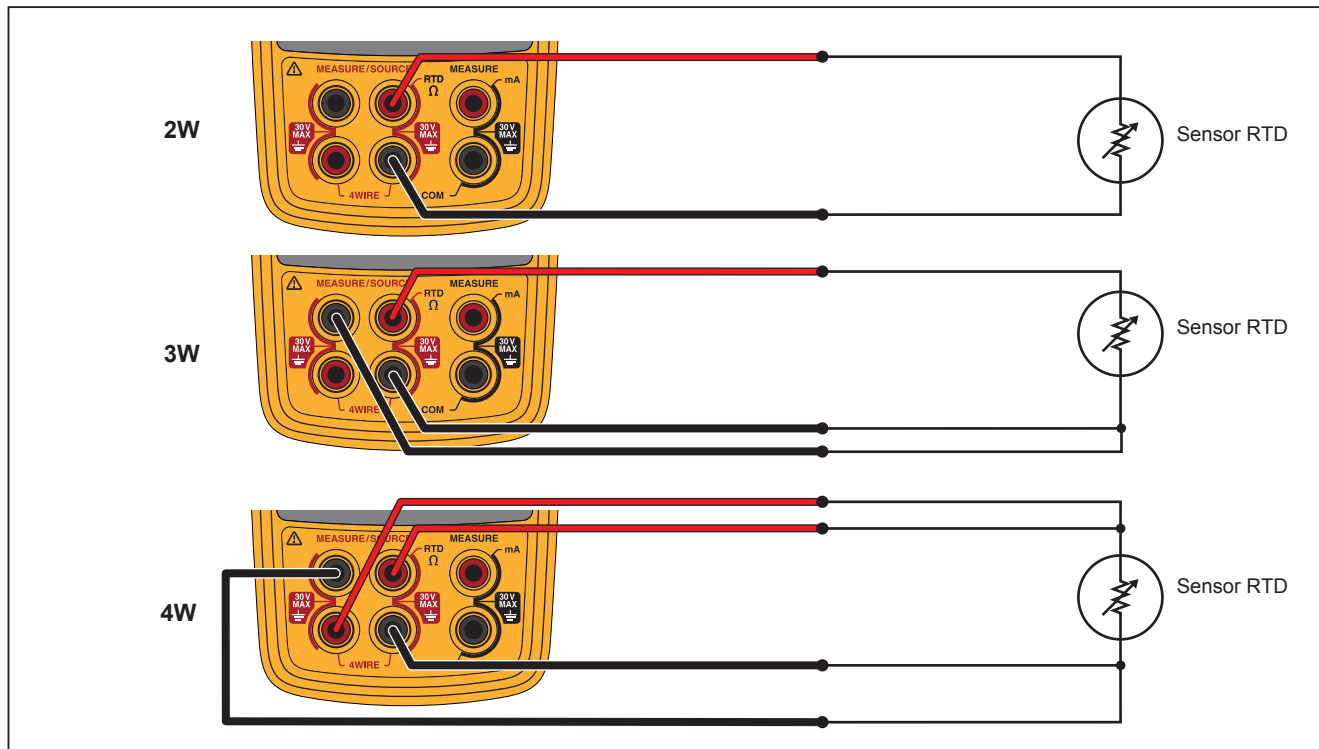

Figura 7. Medición de la temperatura con un RTD
5. Conecte el RTD a los terminales de entrada tal como se muestra en la figura 7